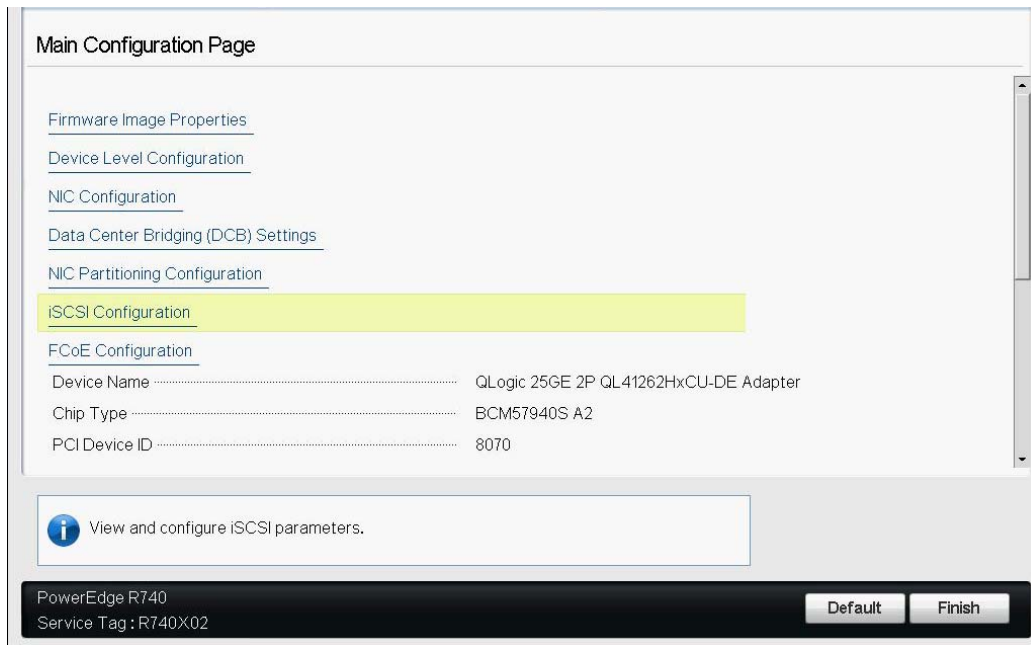

Figure 9-6. Configuration du système : Configuration iSCSI
1. Sur la **page de configuration principale** HII du périphérique, sélectionnez **Configuration iSCSI** (Figure 9-6), et appuyez sur ENTRÉE.